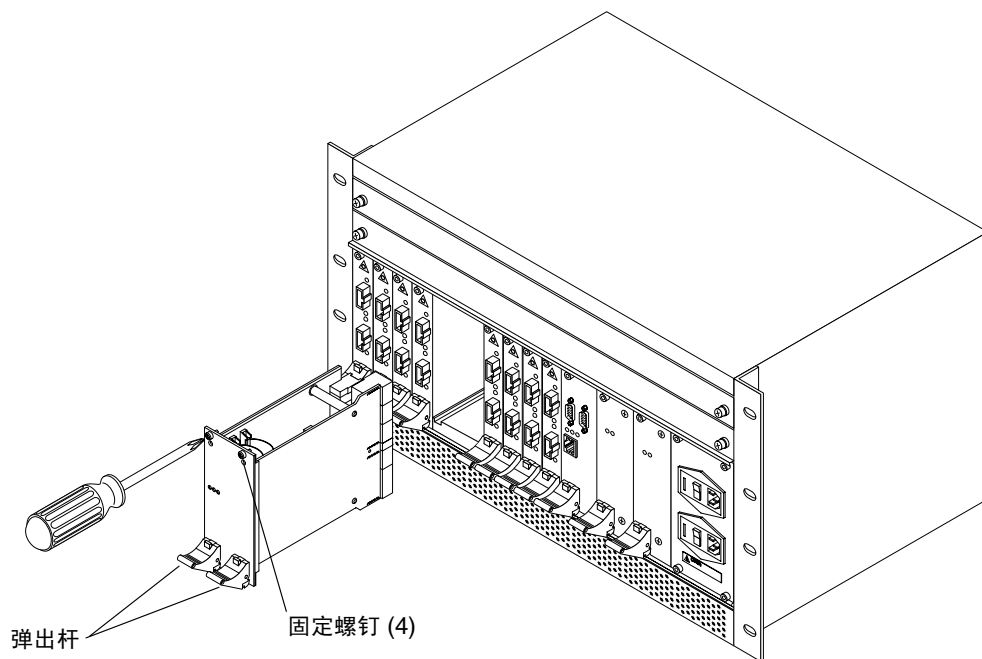

图 4-4 替换交换机 ASIC 模块
4. 拧松四个固定螺钉，两个位于模块的顶部，而另外两个位于模块的底部（图 4-4）。
6. 拧紧四个固定螺钉（其中两个位于模块顶部，另外两个位于模块底部）（图 4-4），以便将模块固定到底板连接器中。